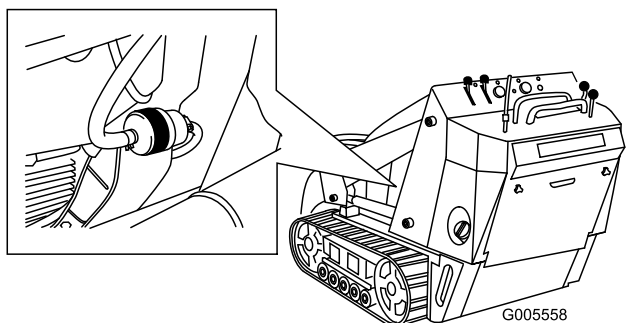

Рисунок 37
4. Пережмите топливопроводы на обеих сторонах топливного фильтра (Рисунок 37).
5. Сожмите концы планговых хомутов и сдвиньте их с фильтра (Рисунок 37).